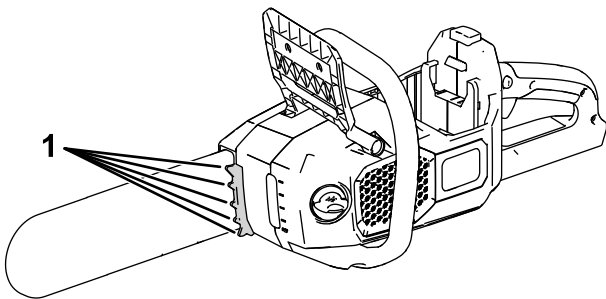

Figura 14
**Nota:** Puede utilizar las garras de tope (Figura 14) para aplicar una presión ligera.